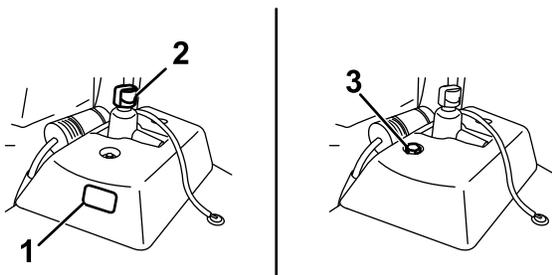

図 48
- 補助油圧オイルタンクに油量確認窓がついている場合は、そこで確認し 図 48 ステップ 5 に進んでください。
- 補助油圧オイルタンクに油量確認窓がない場合は、マシン上部にあるディップスティックを探し出し 図 48 ステップ 3 に進んでください。